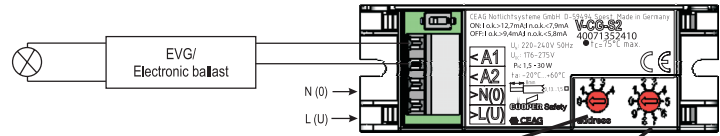

Bild 1/Fig. 1
Die Netzverbindung ist an den Klemmen L(U), N(0), die Zuleitung zur angeschlossenen Leuchte an den Klemmen A1, A2, herzustellen (Bild 1).
The mains connection has to be set to terminals L(U) and N(0), for luminaire connections terminals A1 - A2 have to be used (Fig 1).